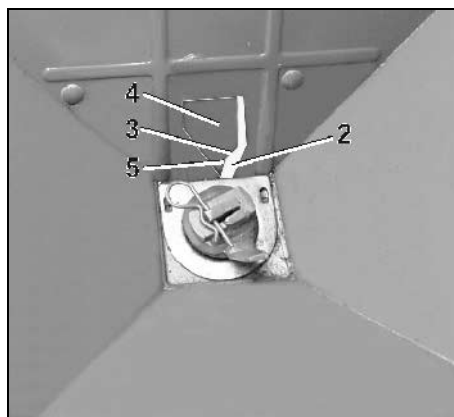

Fig. 62
- I spjällöppningen (Fig. 62/4) ed spjället i pos "11" (Fig. 62/2) ska spjällkanten (Fig. 62/2) vara exakt i den nedre hörnan (Fig. 62/5).